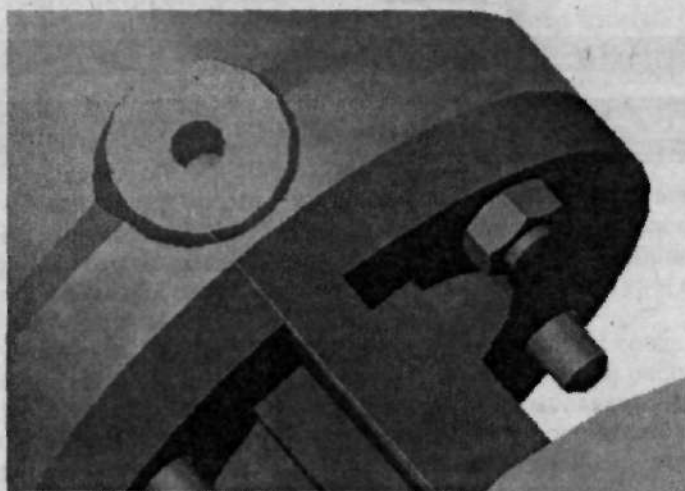

Рис. 3.67. Гайка позиционирована
17. Не сдвигая курсора, щелкните левой клавишей мыши. Гайка займет нужное положение (рис. 3.67).